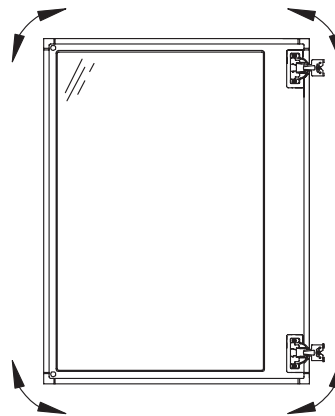

Fig. 11 图11
- These screws allow you to plumb the door as shown in Fig.11
- 这些螺丝松开可将门作如图11所示的左右的位置调整。